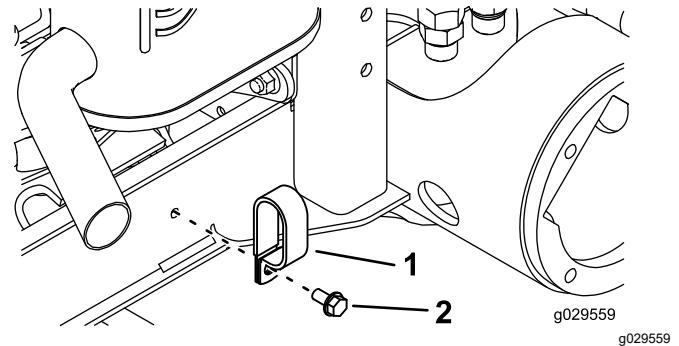

Bild 17
4. Entfernen Sie die Schraube, mit der die Schlauchklemme am Rahmenkanal an der rechten Seite der Maschine befestigt ist (Bild 17).